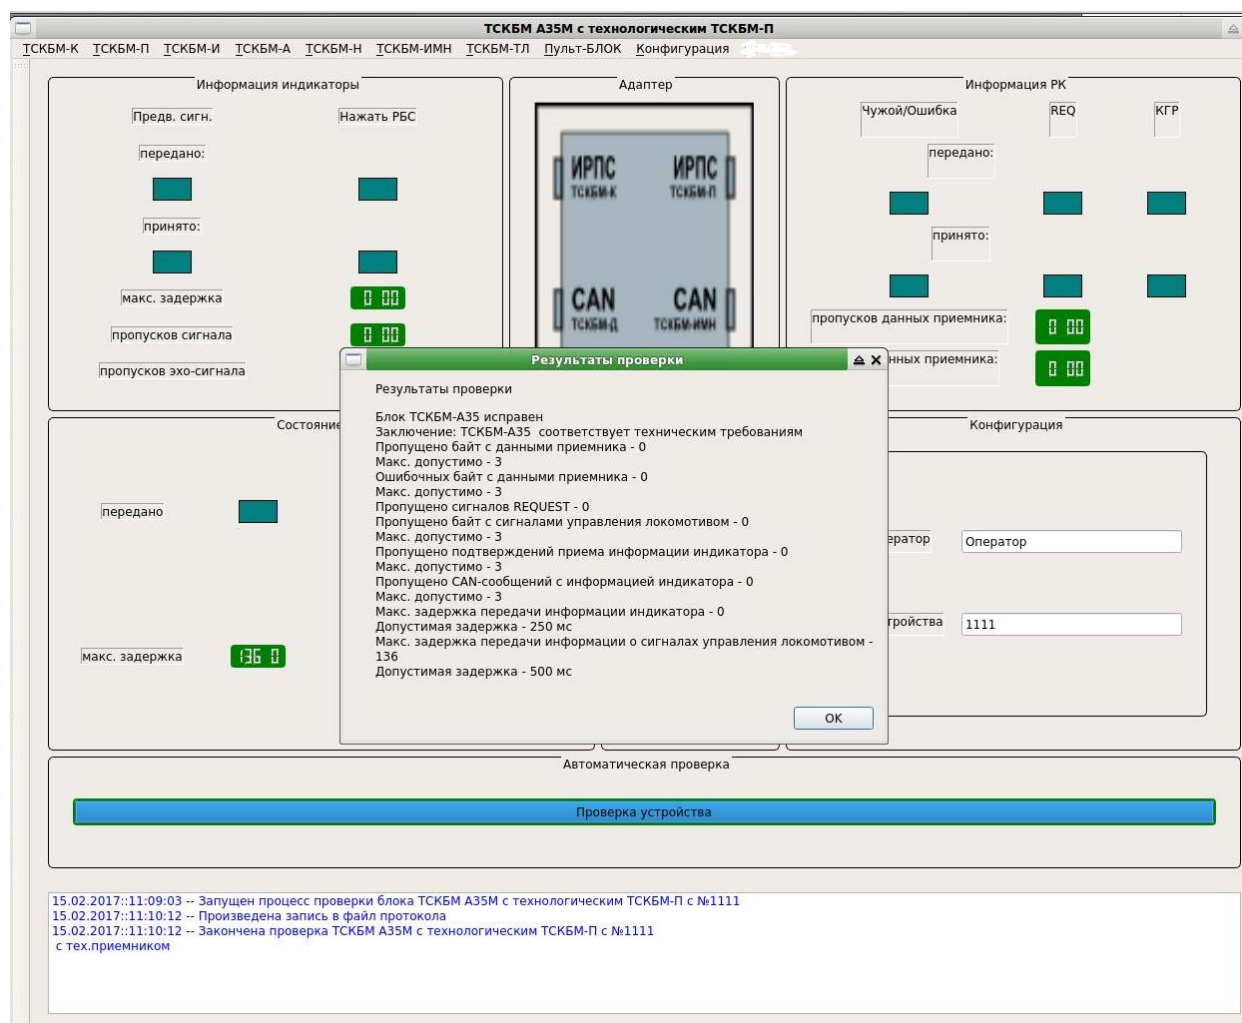

Рисунок 3.2.9.4 - Сообщение системы о результате проверки блока ТСКБМ-А НКРМ.468363.010-02 с технологическим ТСКБМ-П
5) Критерием исправного состояния блока ТСКБМ-А является сообщение программы «Блок ТСКБМ-А исправен» (рисунок 3.2.9.4). В случае неисправного блока ТСКБМ-А появится сообщение о неисправности и в контролируемых параметрах на панели, и в протоколе по п.3.2.9.4(3) будет указана информация о выходе параметра за допустимые пределы.